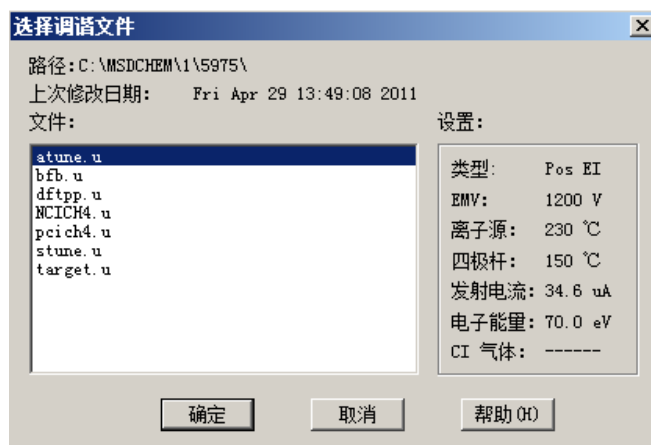

图 16 选择方法 MS 调谐参数文件
- 5 选择**确定**以保存设置，然后关闭此对话框。此时会打开 **MS 调谐文件**对话框。请参见图 16。